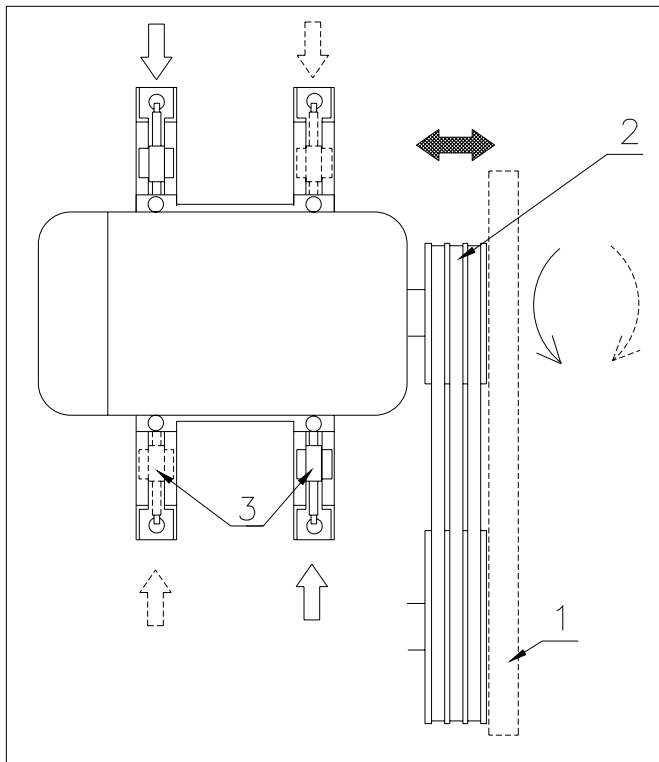

Fig. 7.9
Controleer (na bijstelling) of beide snaarschijven (nog) in lijn staan (zie fig.7.9).
Indien de motoras niet evenwijdig aan de pompas is, dan kan de motor gedraaid worden zoals in fig. 7.9 is aangegeven. Draai hiervoor de motor bouten iets los en verstel m.b.v. de spanners (3) de motor. Indien nodig kan ook een van de spanners aan de bovenkant van de motor in de spanrailgehaakt worden om tot het gewenste resultaat te komen.